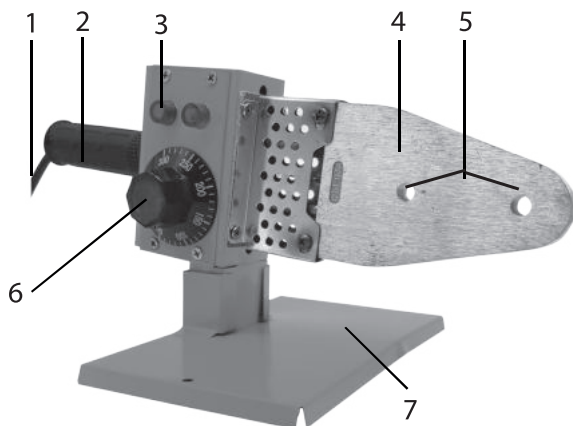

Рис.1
## УСТРОЙСТВО (Рис. 1)
3.1. Из кейса извлеките аппарат АСПТ и установите его на подставку (8), как показано на Рис.1.